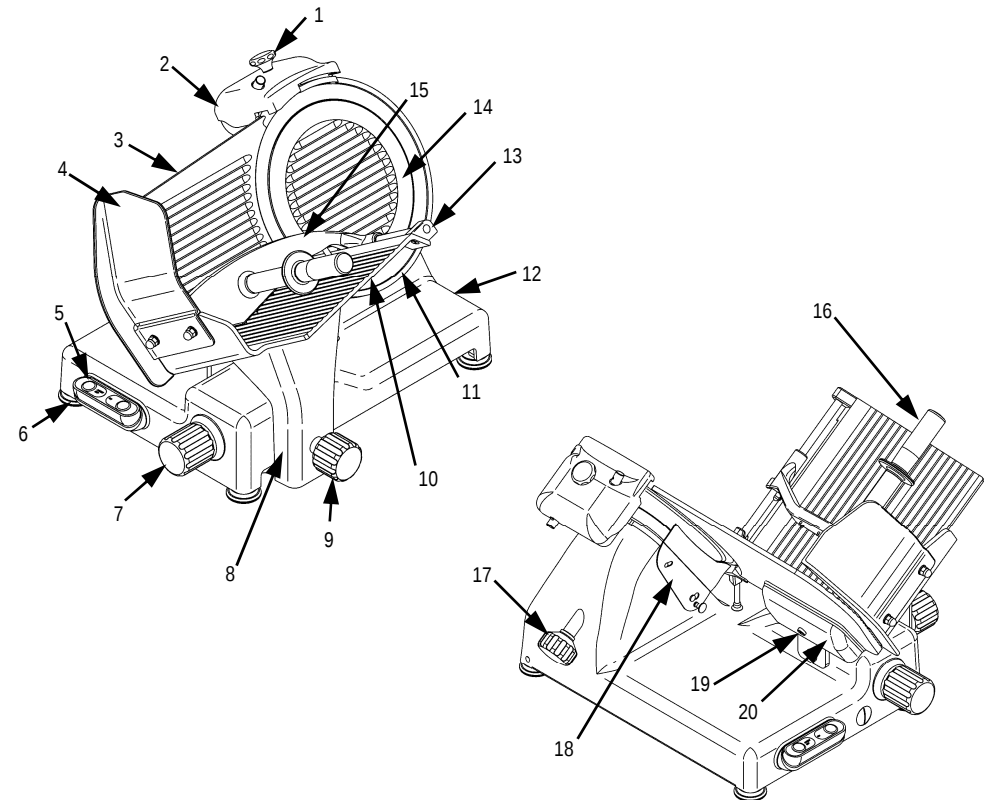

Abb. 30
- Kontrollieren, ob die Maschine aus schaltet, wenn man den Zugstab der Schneideblattabdeckung (Abb.30) ab schraubt.